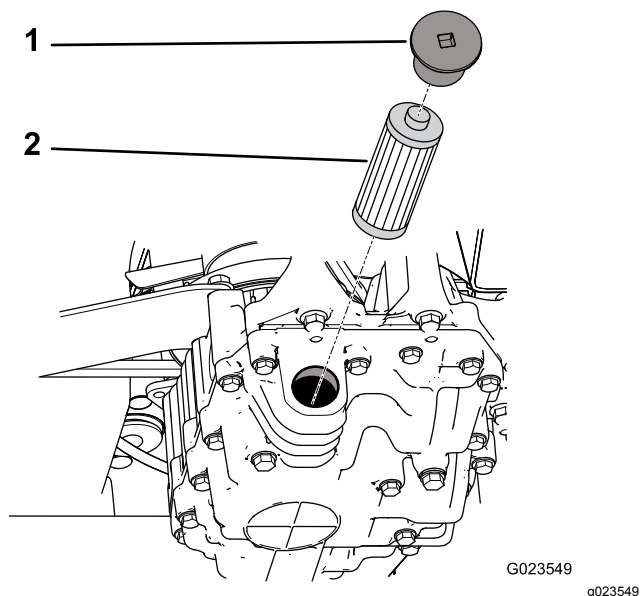

Figura 70
4. Rimuovete il tappo del filtro ed estraete il filtro dalla trasmissione (Figura 70).